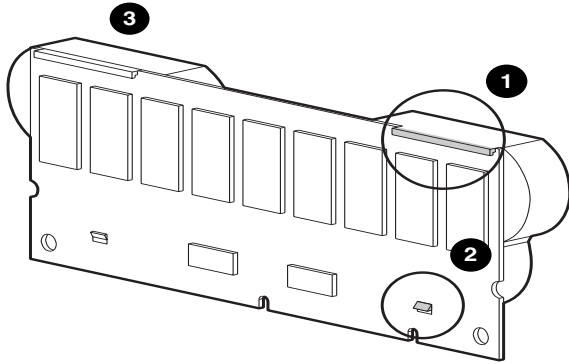

Abbildung 8: Befestigen des Akkus
8. Stellen Sie sicher, dass der Akku mit dem oberen Haken ❶ und der unteren Raste ❷ sicher am Modul befestigt ist. Siehe Abbildung 8.